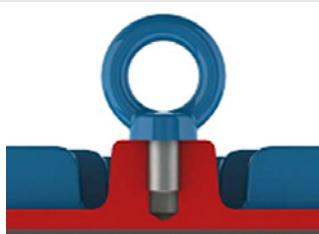
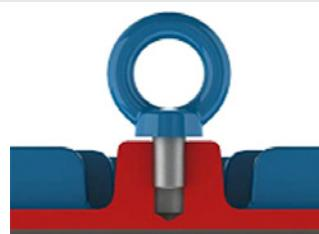

Рисунок 4.1 – Правильная затяжка рым-болта
Рисунок 4.2 – Неправильная затяжка рымболта.
Перед подъемом двигателя убедитесь, что все рым-болты затянуты должным образом, а опорные поверхности рым-болтов находятся в контакте с основанием, которое необходимо поднять, как показано на рис. 4.1. На рис. 4.2 показана неправильная затяжка рым-болта.
1. Убедитесь, что рым-болты затянуты должным образом, как показано на рис. 4.1;
1. Убедитесь, что все рым-болты затянуты должным образом, как показано на рис. 4.1;